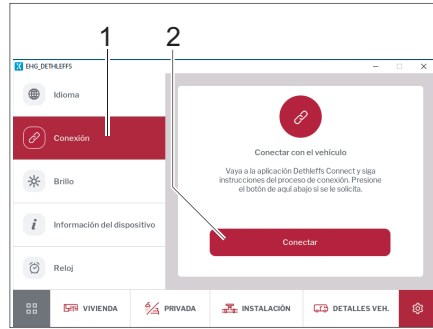

Fig. 287 Conexión a través de la pantalla EHG
- Tocar en la opción *Conexión* (Fig. 287,1). Aparece un mensaje que explica cómo se puede conectar el dispositivo móvil al vehículo.
- Tocar en la opción *Conectar* (Fig. 287,1). El vehículo y el dispositivo móvil ahora están emparejados.